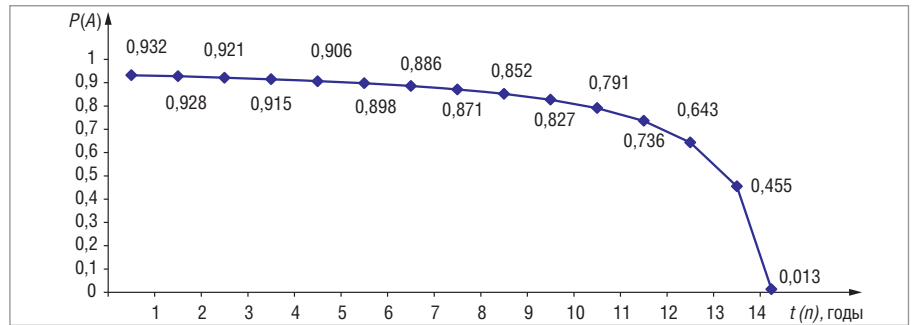

Рис. 2. Вероятность безотказной работы устройства в n -м году при $T_0 = 125\ 000$ часов ($T_{01} = 14,23$ года)
ной по формуле (8) для $T_0 = 125\ 000$ часов ($T_{01} = 14,23$ года), приведён на рис. 2. Особенностью данного графика является ограниченная область определения: при превышении фактическим временем текущей наработки заданного времени наработки на отказ формула (8) теряет физический смысл.